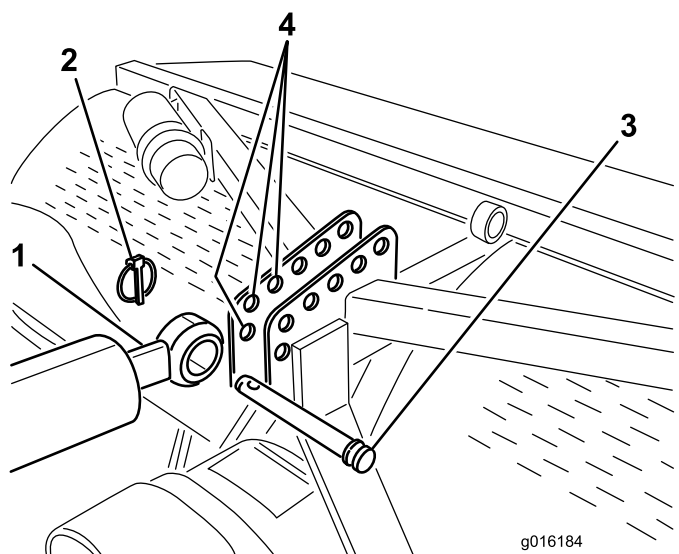
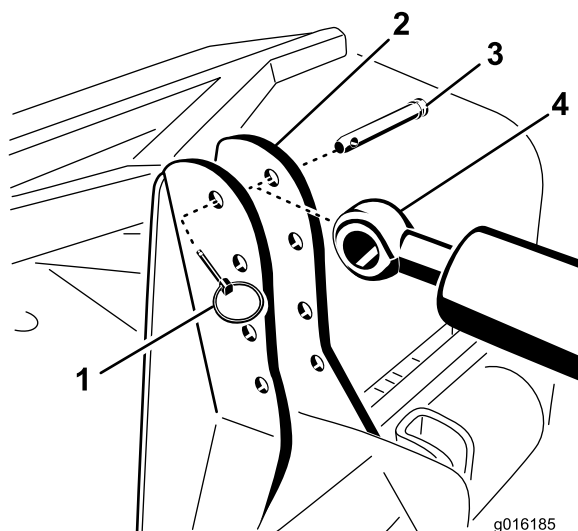

图6
图7
- 使用连杆销和保险销将液压顶部连杆的杆端固定至打孔机支架上最靠前的孔图6 或 图7。